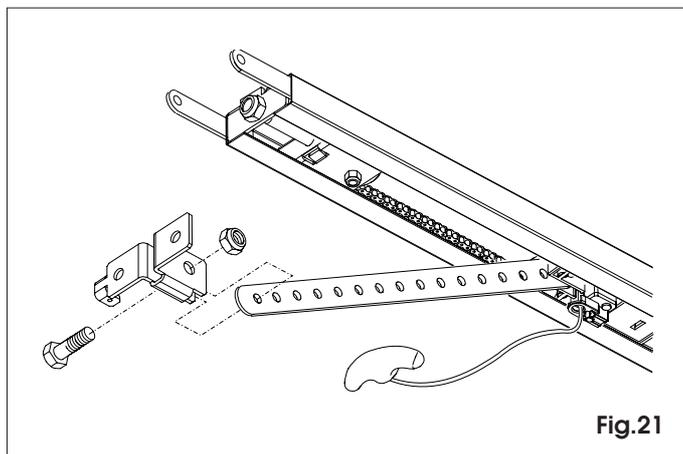

Fig.21
7.17 Fixer le raccord à la tige d'entraînement avec la vis et l'écrou appropriés (fig. 21).